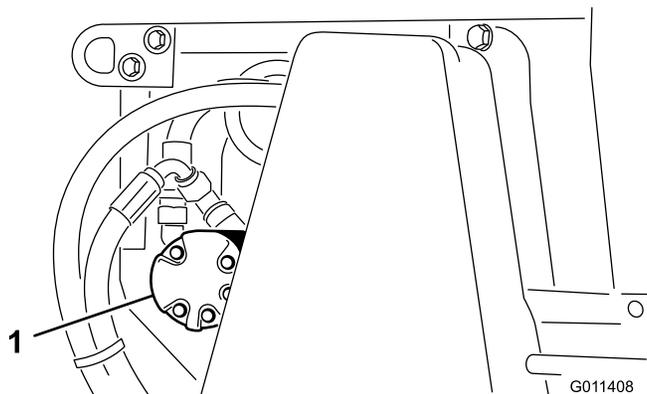

Рисунок 23
2. Ослабьте гайку крепления электродвигателя щетки (Рисунок 23) на левой стороне машины.